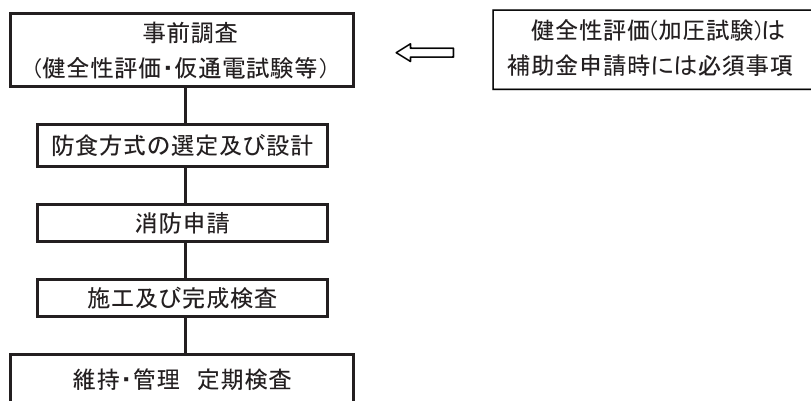
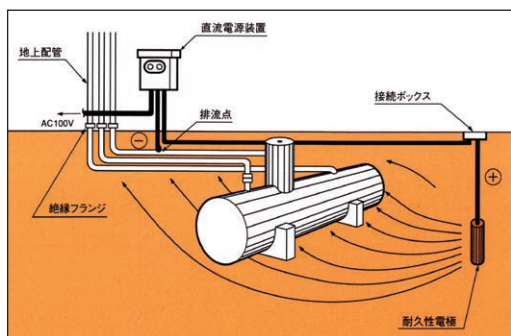
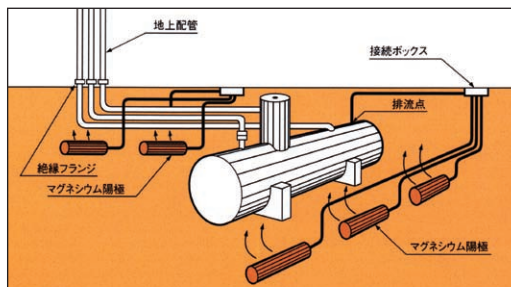

図2 電気防食の施工手順例
図3 外部電源方式概念図
図4 流電陽極方式概念図
地下貯蔵タンク及び地下配管への電気防食適用にあたって、特筆すべき点は、①十分な安全管理を持つて行なうことにより営業中でも施工が可能である、②施設本体への改造が殆んどない、③施工費が他の手法に比べて低価格等である。但し、電気防食装置設置後は、防食状況を確認するための維持・管理(年1回の専門技術者による定期点検)等が必要となる。図2に電気防食の施工手順例を、図3に外部電源方式、図4に流電陽極方式の概念を示す。